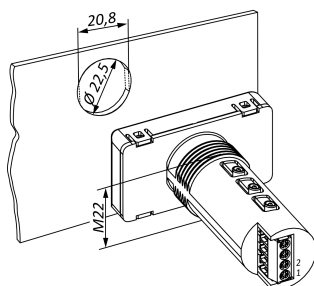

Рисунок 7.1
- подготовить в щите круглое отверстие диаметром 22,5 мм (для предотвращения прокручивания прибора отверстие можно выполнить сложной формы — см. рисунок 7.1);
- надеть на тыльную сторону передней панели прибора уплотнительную прокладку из комплекта поставки (см. рисунок 7.1);